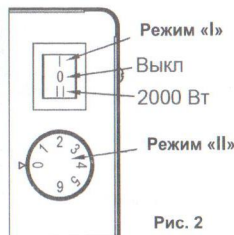

Рис. 2
- При установке клавиши переключателя режимов (См. Рис.2) в положение «I» тепловентилятор работает в режиме 1/2 тепловой мощности.